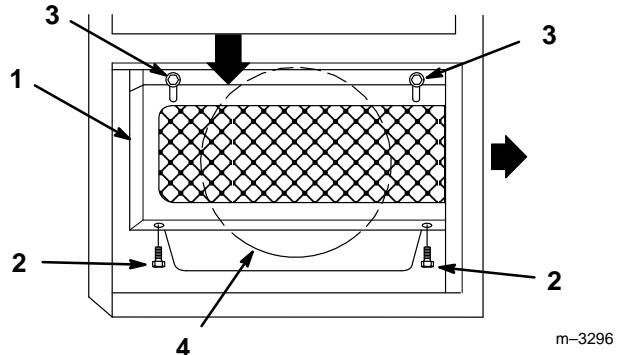

Figure 39
1. Pour déposer la grille du radiateur d'huile, retirer les boulons inférieurs et desserrer les boulons supérieurs. Glisser la grille vers le bas et vers l'arrière pour faire apparaître le radiateur (Fig. 39). Conserver tous les boulons.
3. Nettoyer la prise d'air du moteur (Fig. 39).
4. Remonter la grille du radiateur par l'arrière, en la tirant vers le haut. Fixer la grille en réutilisant les boulons conservés (Fig. 39).